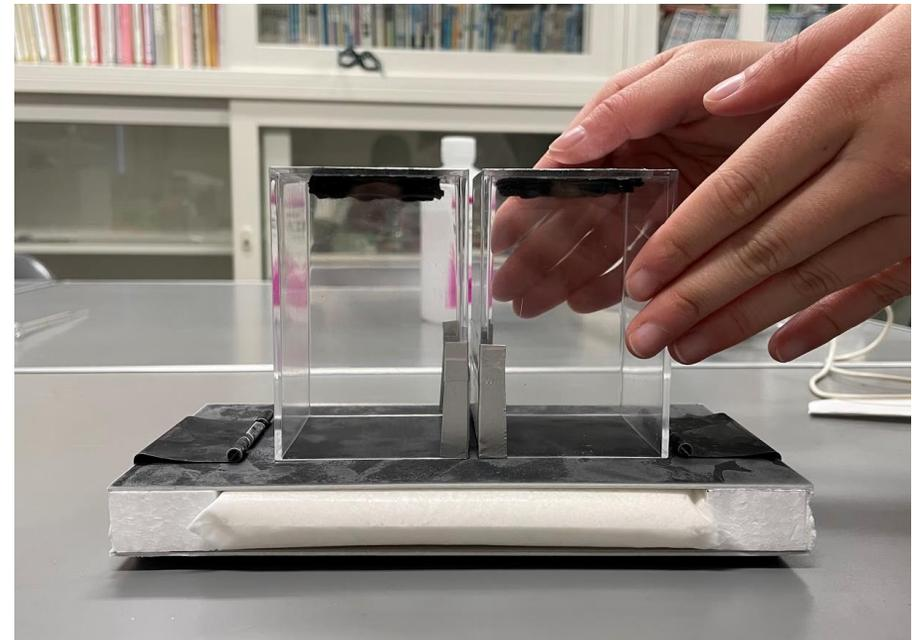

図19 観察槽を設置する様子
③2つの観察槽を線源窓が互いに向き合う向きで、コールドプレートの上に並べて設置する(図19)。2つの観察槽の間は、線源や遮へい材を挟めるように少し間を空けておく。
④線源を挟み、観察槽同士を近づけて位置を調節する。遮へい材を挟み込む余裕があるくらいの隙間を空けておくようにする。